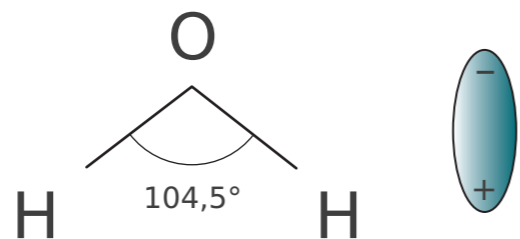

Рисунок 1.
**Молекула воды** – это диполь (2 полюса), поскольку атомы водорода расположены под углом 104,5 градуса относительно атома кислорода, поэтому молекула имеет угловую форму (см. рисунок 1).